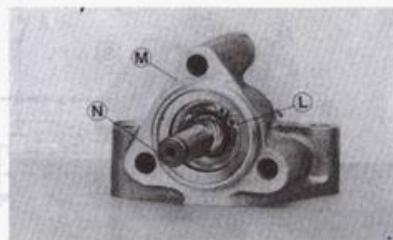
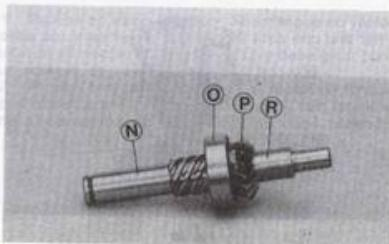

Fig. 81
Fig. 82
Fig. 81. Desmontaje del eje de reenvío: después de haber realizado las operaciones a que se refieren los puntos 1) y 2), extraer el anillo elástico «L» y, manteniendo la caja «M» levantada por el extremo del eje «N» golpearla ligeramente con un mazo hasta la extracción del eje.
**Advertencia.** Con el desmontaje del eje se obtiene la extracción del cojinete de bolas «O», del engranaje cónico «P» y del manguito «R» (Fig. 82). En el caso de que el cojinete de bolas «O» permanezca montado en la caja de reenvío, emplear para su extracción la herramienta 19.1.21467 provisto de la pinza, pieza 21 con la campana, pieza 22.
Fig. 82. Montaje del eje de reenvío: montar el cojinete de bolas «O», el engranaje cónico «P» y el manguito «R» en el eje «N». Despues de haber calentado la caja de reenvío con el hornillo 19.1.19978, en la zona de alojamiento del cojinete, introducir el eje de reenvío completo y colocar el anillo elástico «L» (Fig. 81). Montar a continuación el piñón de acoplamiento siguiendo las operaciones descritas en el punto 3.